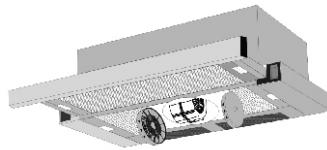

рис. 7
- установите два угольных фильтра см. табл.1 и (рис. 7), предварительно удалив с них упаковочную пленку;
Угольные фильтры устанавливаются на защитные решетки корпуса вентилятора, путем легкого нажатия и поворота (рис. 7). Фильтрация воздуха осуществляется с помощью двух угольных фильтров, затем очищенный воздух возвращается в помещение. Очищенный воздух поступает в помещение через переходник или воздуховод.